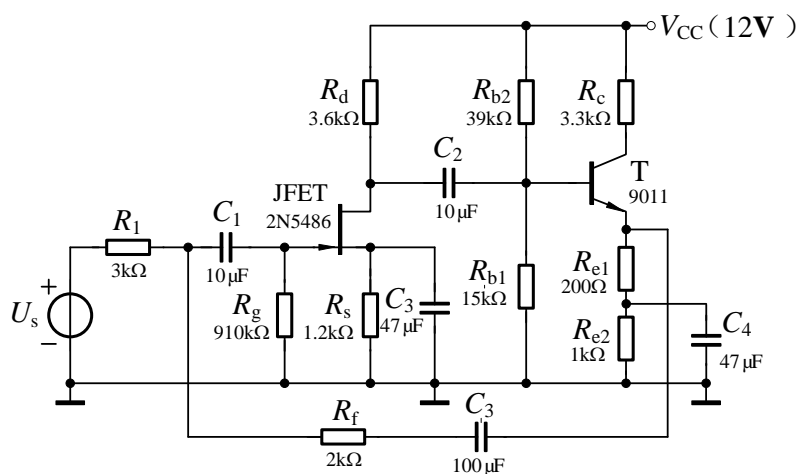

图 3 电流并联负反馈放大电路
参考实验电路如图 3 所示。
13. 在图 3 所示电路中，引入电流并联负反馈前后，输出电阻为什么基本不变？